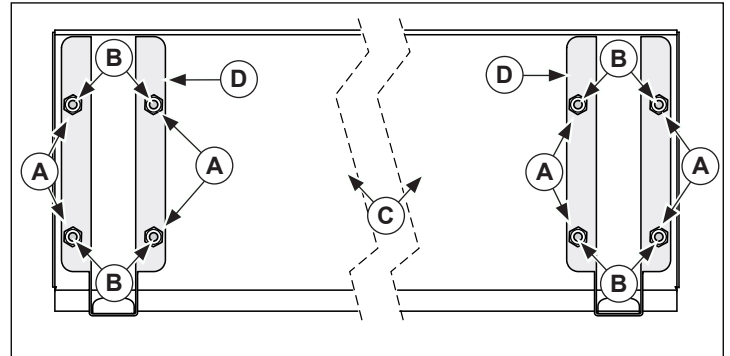

Figure 3. Installation du rebord pour assiettes et des supports
1. Tournez le rebord pour assiettes (C) de manière à exposer les écrous à souder (B). Voir la figure 3.